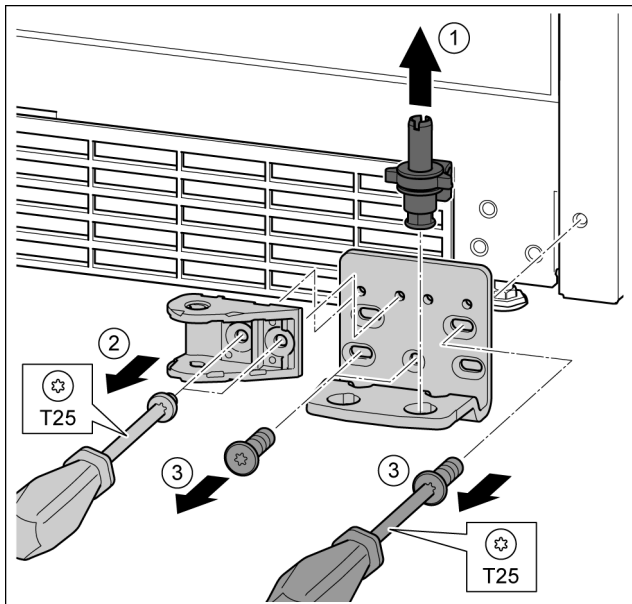

Fig. 30
- ▶ A teljes csapszeget felfelé húzza ki. Fig. 30 (1)
- ▶ A T25 csavarhúzóval tekerje ki a csavarokat, és vegye le a záráscsillapítót. Fig. 30 (2)
- ▶ A T25 csavarhúzóval tekerje ki a csavarokat, és vegye le a csapágybakot. Fig. 30 (3)